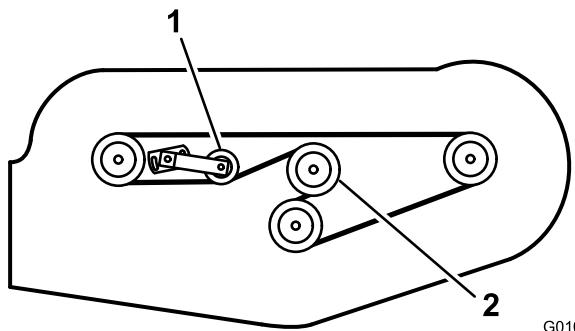

Bild 31
6. Verlegen Sie den neuen Riemen um die Riemscheibe des Getriebes, die Spindelriemscheiben, die starre Riemscheibe und die verstellbare Riemscheibe (Bild 31).